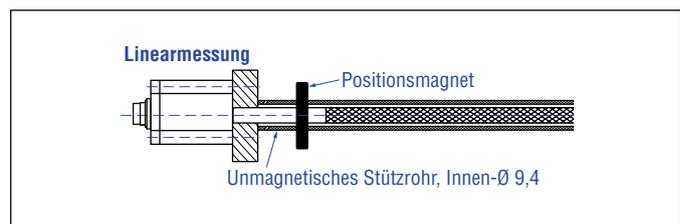

Abb. 28: Sensor mit Stützrohr/Schutzrohr
- Führen Sie den flexiblen Messstab immer in einem Stützrohr/ Schutzrohr (z.B. Sensorrohr HD/HL/HP oder HFP-Profil). Das Stützrohr muss aus unmagnetischem Material bestehen und einen Innendurchmesser von mindestens 9,4 mm haben (Abb. 28). Es kann gerade oder gebogen sein.